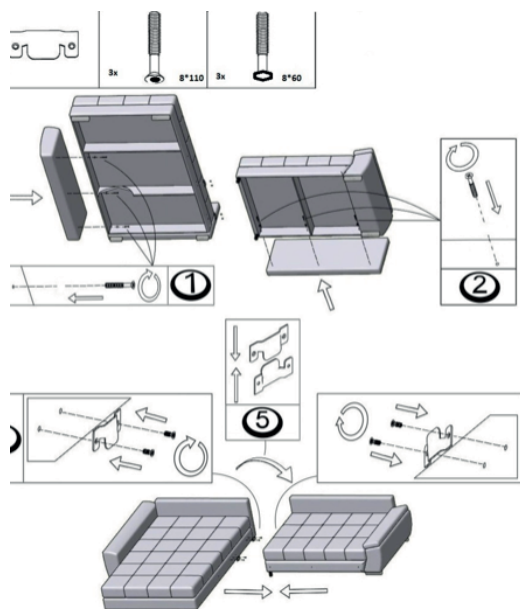
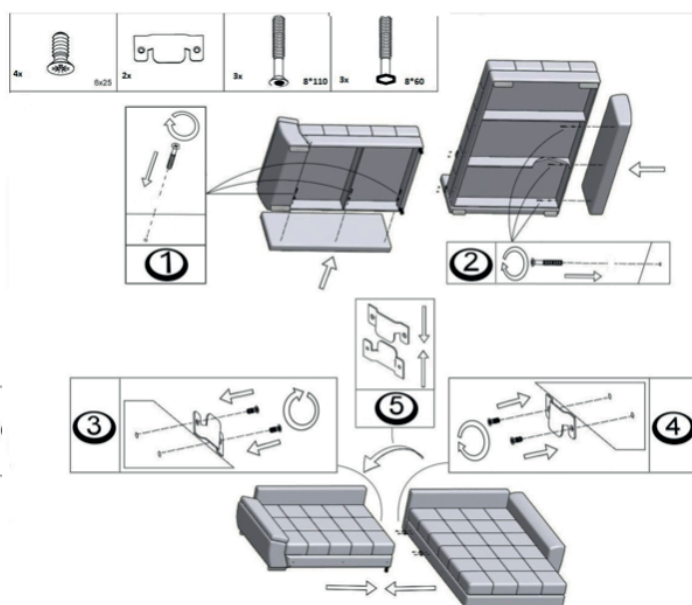

Рис.1.1
Рис.1.2
- 1.1. Сначала необходимо определиться с какой стороны вы хотите установить угловой модуль. Это зависит от вашего интерьера (планировки) рис. 1.1-слева, рис. 1.2.-справа.
3. Соединение углового и центрального модуля происходит при помощи “зацепов” рис. 1.1, 1.2 (позиция 3,4,5). Для монтирования зацепов используется крестовая отвертка, либо бита для шуруповерта.